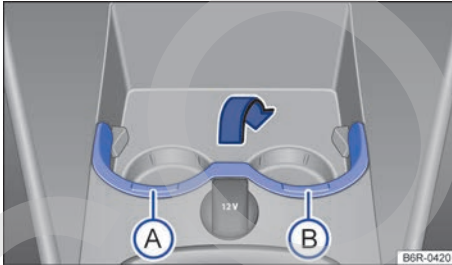

Fig. 119 En la parte delantera de la consola central: abrir el portabebidas.
**Apertura:** Agarre por la zona → fig. 119 (A) o (B) y muévala hacia delante.